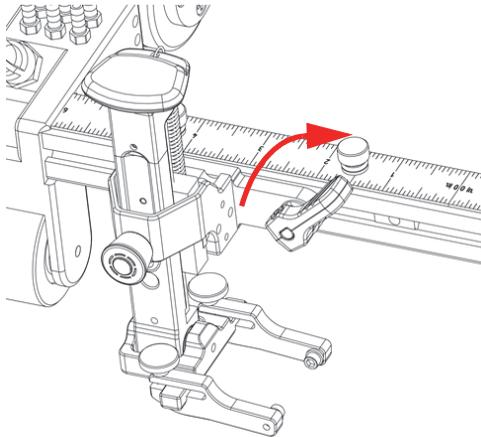

図 2-16 ロックされた状態のポジションレバー
3. ポジションレバーを時計回りに回して、プローブホルダーを所定の位置にロックします（45 ページの図 2-16）。